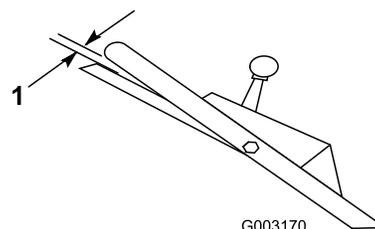

Figure 31
**Remarque:** Le réglage est correct si les roues arrière s'arrêtent de tourner lorsque la barre de commande se trouve à environ 2,5 cm (1 po) du guidon (Figure 31).